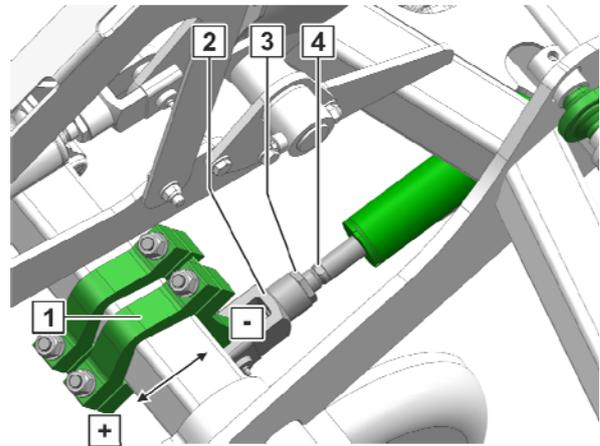

Fig. 184
1. Desserrer le contre-écrou (Fig. 184/3).
2. Tourner la tige de piston (Fig. 184/4) jusqu'à ce que le levier de pression d'enterrage des socs (Fig. 184/1) atteigne la position souhaitée.
3. Serrer le contre-écrou contre la fourche (Fig. 184/2).
2. Tourner la tige de piston (Fig. 184/2) jusqu'à ce que le levier de pression d'enterrage des socs (Fig. 184/1) atteigne la position souhaitée.
3. Serrer le contre-écrou contre la fourche (Fig. 184/4).